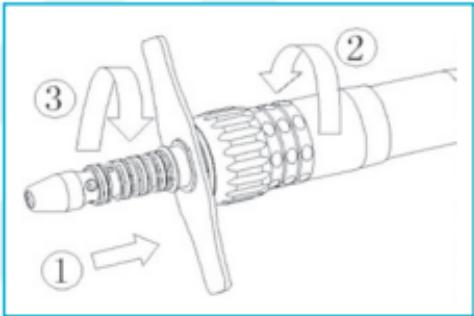

Fig. 6-4
- Die LED-Kupplung an den Turbinenschlauch schrauben (Abb. 6-4①)
- Den Schraubring des Turbinenschlauchs mit dem Schlüssel (im Lieferumfang enthalten) festziehen (Abb. 6-4②③).